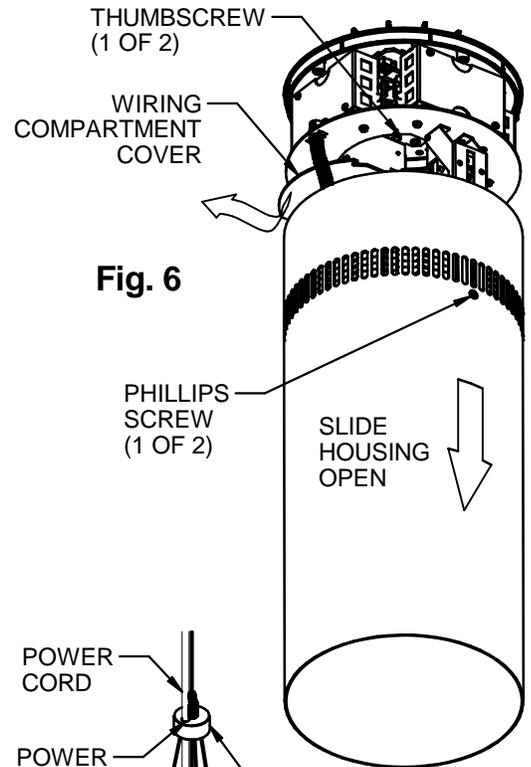

Fig. 6
- Carefully open the cylinder housing by loosening (do not remove) the two Phillips screws on opposite sides of the cylinder (near the vent slots) until the screws disengage from the internal locking slots, and the cylinder housing is free to slide down. Slide the outer cylinder housing open towards the reflector (it should move about 7 inches from the top finned casting) and tighten the two Phillips screws (Fig. 6).
8. Ouvrir le cylindre avec précaution en desserrant (sans les déposer) les deux vis Phillips sur les côtés opposés du cylindre (près les fentes d'aération) jusqu'à ce qu'elles se dégagent des fentes de blocage internes et que le cylindre coulisse librement. Dégager le cylindre extérieur en le glissant vers le réflecteur (il doit pouvoir coulisser de 18 cm environ à partir de la rosace à ailettes en fonte) puis serrer les deux vis Phillips (Fig. 6).